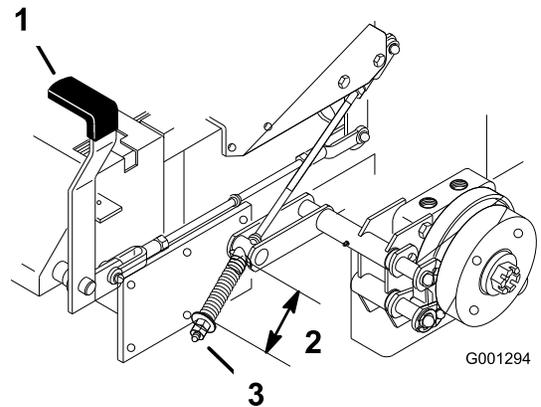

Figure 85
2. Mesurez la longueur du ressort (Figure 85).
3. Si un réglage est requis, desserrez le frein de stationnement, desserrez l'écrou de blocage situé sous le ressort et réglez l'écrou directement au-dessous du ressort (Figure 85).